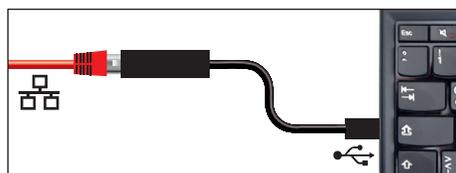

Fig. 6 Convertidor Ethernet–USB
- ▶ Convertidor Ethernet–USB (Fig. 6). Esta pieza permite conectar la conexión de red del equipo (véase la página 12) con la conexión USB de un PC/ordenador portátil.